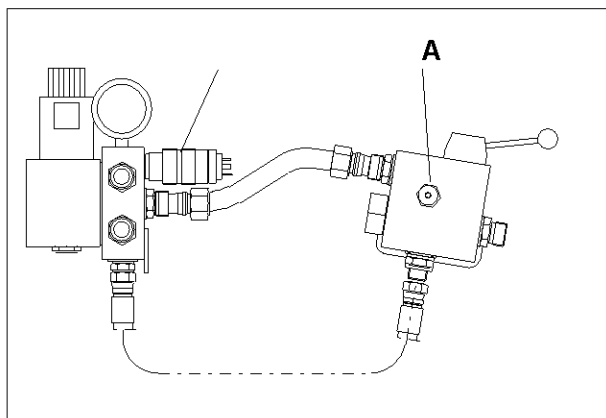

Fig. 85
- Draai de contramoer van de bijstelbout op de veiligheidsklep los (Fig. 85/A). Draai de schroef één slag los.
- Stel de bout op de veiligheidsklep (Fig. 85/A) bij totdat de manometer 110 bar aangeeft.
- Als het lampje van het drukregelaarcontact brandt, schroeft u de drukregelaar (Fig. 85) naar binnen tot het lampje uitgaat. Schroef de drukregelaar weer naar buiten totdat de lampjes gaan branden. De drukregelaar is nu ingesteld om de rollen bij 110 bar om te keren.
- Schroef de bijstelbout (Fig. 85/A) op de veiligheidsklep verder naar binnen totdat de manometer 130 bar aangeeft. Vergrendel de bout met de contramoer. De veiligheidsklep is nu wat hoger ingesteld dan de drukregelaar (130 bar tegenover 110 bar).